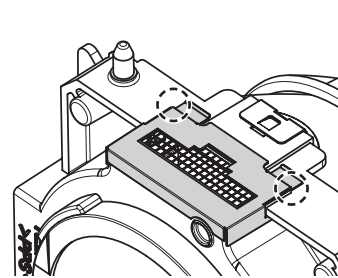

図 3
3) 金具のつめ部 (左右 2 か所) が、導風口の外枠にしっかりとハマり込んでいることを確認する (図 3)